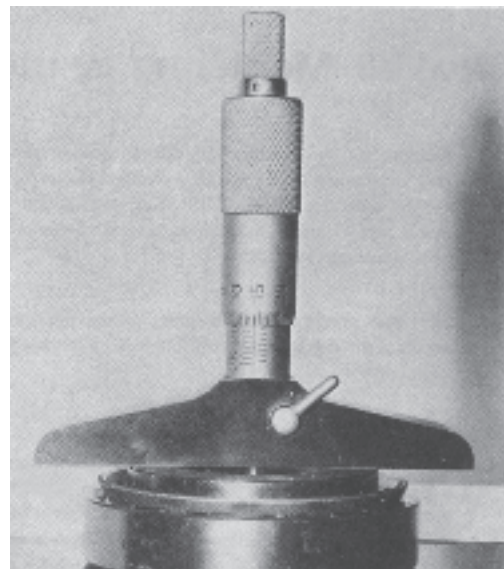

Fig. 27
2. Mät bredden på axiallagret genom att lägga ett antal justermellanlägg (156) på en planskiva och sedan placera lagret enligt fig. 27. Det mått justermellanläggen har, subtraheras sedan från det mått man får vid uppmätningen. **OBS!** Placeras inga justermellanlägg under den yttre lagerbanan kan mätningen ej utföras eftersom rullhållaren härvid kommer att ligga an mot planskivan och mätningen blir felaktig. Drag sedan måttet "A" från ovan erhållna värde.